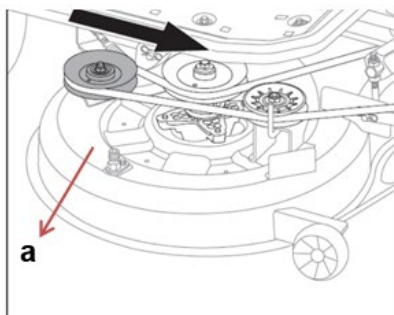

Fig. 25A
5. Tire de la polea tensora (a) hacia adelante (referenciada desde la posición del operario, consulte la Fig. B) para quitar la correa del tractor cortacésped (Fig. 25A).